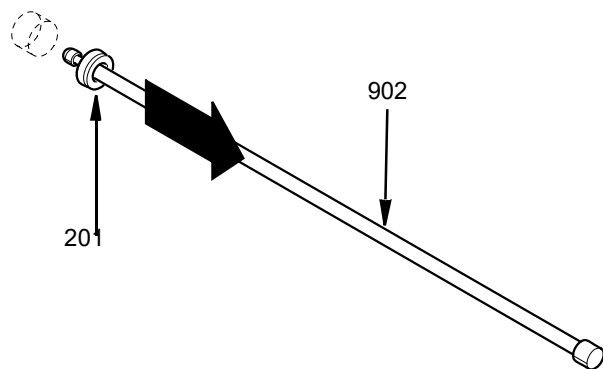

図 34
ロッドシールを取り除くには、シール設置ロッド (902) の尖っている端をロッドシール (201) の中央を通して配置します。ツールの凹みをシールの反対面にあるツールに引っ掛け、シールをパッキンスペース (203 および 204) またはエアシリンダーハウジング (509) からシールを引っ張ります。以下を参照してください：図 34 を参照してください。